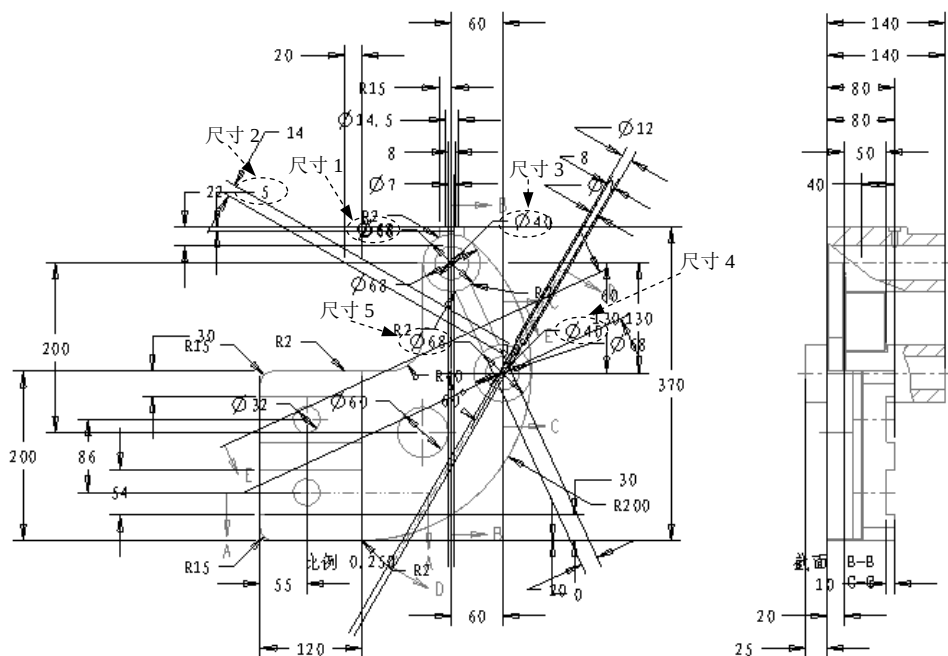

图 11.2.25 显示尺寸
(1) 选择注释功能选项卡 $\rightarrow$ 注释区域中的“显示模型注释”命令 $\rightarrow$ 。
(2) 在系统弹出的“显示模型注释”对话框中,进行下列操作。
① 单击对话框顶部的“显示基准”按钮 $\rightarrow$ 。
② 在各视图选择要显示的轴,再单击“显示模型注释”对话框底部的应用按钮。
③ 单击对话框顶部的“显示尺寸”按钮 $\rightarrow$ 。
④ 在绘图区选中主视图与左视图,单击对话框中的“全部选取”按钮 $\rightarrow$,选取全部尺寸。
⑤ 单击对话框底部的确定按钮(工程图中自动生成的尺寸很凌乱,例如,图 11.2.25 所示的主视图和左视图)。
(1) 在图 11.2.25 所示主视图中选取尺寸 1, 然后右击, 从弹出的快捷菜单中选择 **移动到视图** 命令。
(2) 在系统 **选择模型视图或窗口** 的提示下, 选取图 11.2.25 所示的左视图, 此时主视图中的尺寸 1 被移动到左视图中。
(3) 用相同的方法将主视图中的尺寸 2、尺寸 3、尺寸 4、尺寸 5 移动到左视图中。
说明: 图 11.2.25 所示的尺寸 1 的尺寸值为 $\varnothing 68$, 尺寸 2 的尺寸值为 5, 尺寸 3 的尺寸值为 $\varnothing 40$, 尺寸 4 的尺寸值为 $\varnothing 40$, 尺寸 5 的尺寸值为 $\varnothing 68$; 在选取尺寸时, 请读者注意辨认。